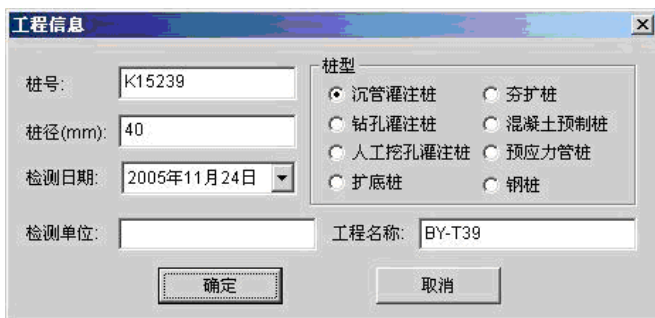

图 1-10 工程信息修改对话框
- 1、工程信息：选择**编辑—工程信息**或在工程信息窗口某一行记录上**双击鼠标左键**，则弹出图 1-10 所示的工程信息修改对话框，可对**检测单位**、**工地名称**、**桩号**、**桩径**、**桩型**及**检测日期**进行修改。对话框中各项的初始化信息为当前道波形的相关信息。修改完后，按**确定**则将当前波形以下所有的名称相同的桩的工程信息修改，按**取消**则修改无效。